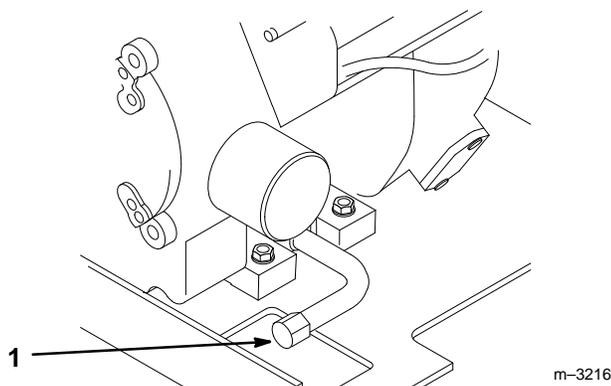

Abbildung 24
3. Eine Schale unter die Ölablaßöffnung stellen. Den Ölablaßverschluß abnehmen (Abb. 24).
4. Eine Schale unter die Ölablaßöffnung stellen. Die untere Schraube entfernen (Abb. 24).